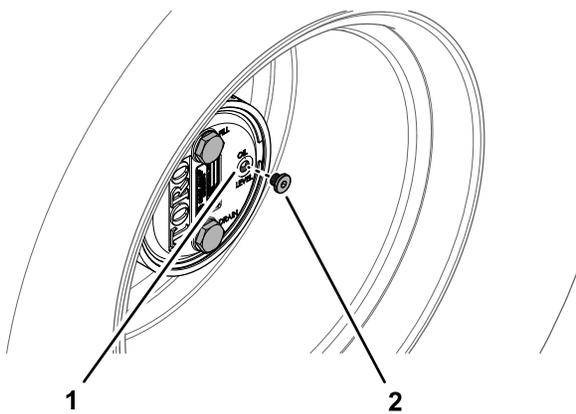

**Figura 100**
1. Parcheggiate la macchina su una superficie pianeggiante, posizionate la ruota in modo che il tappo di riempimento si trovi nella posizione a ore 12, il tappo di controllo nella posizione a ore 3 e il tappo di spurgo nella posizione a ore 6 (Figura 100).
2. Rimuovete il tappo di controllo nella posizione a ore 3 (Figura 100).
1. Parcheggiate la macchina su una superficie piana, posizionate la ruota in modo che il tappo di riempimento si trovi nella posizione a ore 12, il tappo di controllo nella posizione a ore 3 e il tappo di spurgo nella posizione a ore 6; fate riferimento alla Figura 100 in Controllo del lubrificante della trasmissione degli ingranaggi a ruotismo planetario (pagina 66).